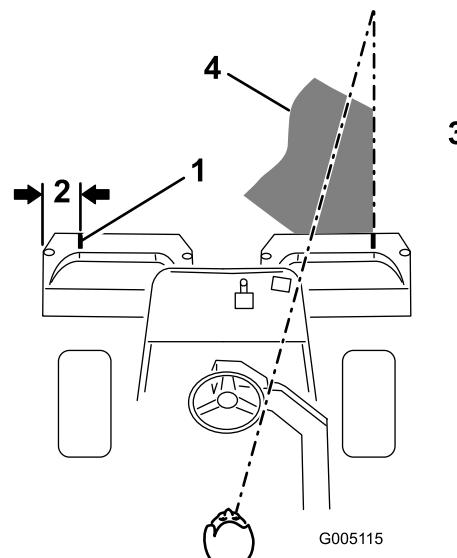
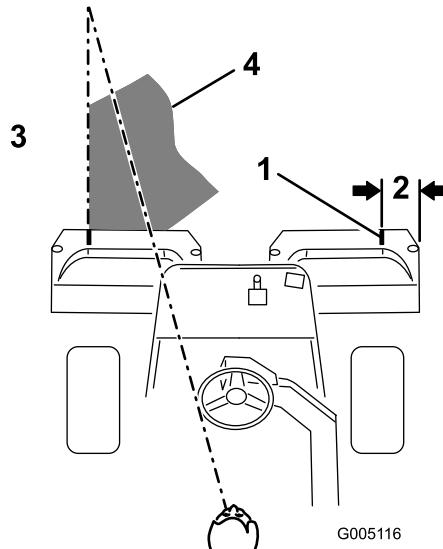

Bild 30
Bild 31
- Bringen Sie einen Streifen weißes Isolierbands an jedem Korb an, oder zeichnen Sie eine Linie. Das Isolierband bzw. die Linie sollten parallel mit der äußeren Kante jedes Korbs verlaufen (Bild 30).
3. Wenn Sie zurückfahren, sollte der neue Mähgang den ersten ein klein wenig überlappen. Damit Sie in einer möglichst geraden Linie über die Grünfläche fahren können und einen gleichmäßigen Abstand zum zuvor gemähten Rasenstück einhalten können, sollten Sie sich eine imaginäre Sichtlinie ungefähr 1,8 m bis 3 m vor der Maschine bis zum Rand des noch ungemähten Teils der Grünfläche vorstellen (Bild 30 und Bild 31). Manche Leute finden es auch hilfreich, die äußere Kante des Lenkrads in die Sichtlinie einzubeziehen, d.h. sie halten das Lenkrad in einer Linie mit einem Punkt, der immer im gleichen Abstand von der Vorderseite der Maschine bleibt (Bild 30 und Bild 31).